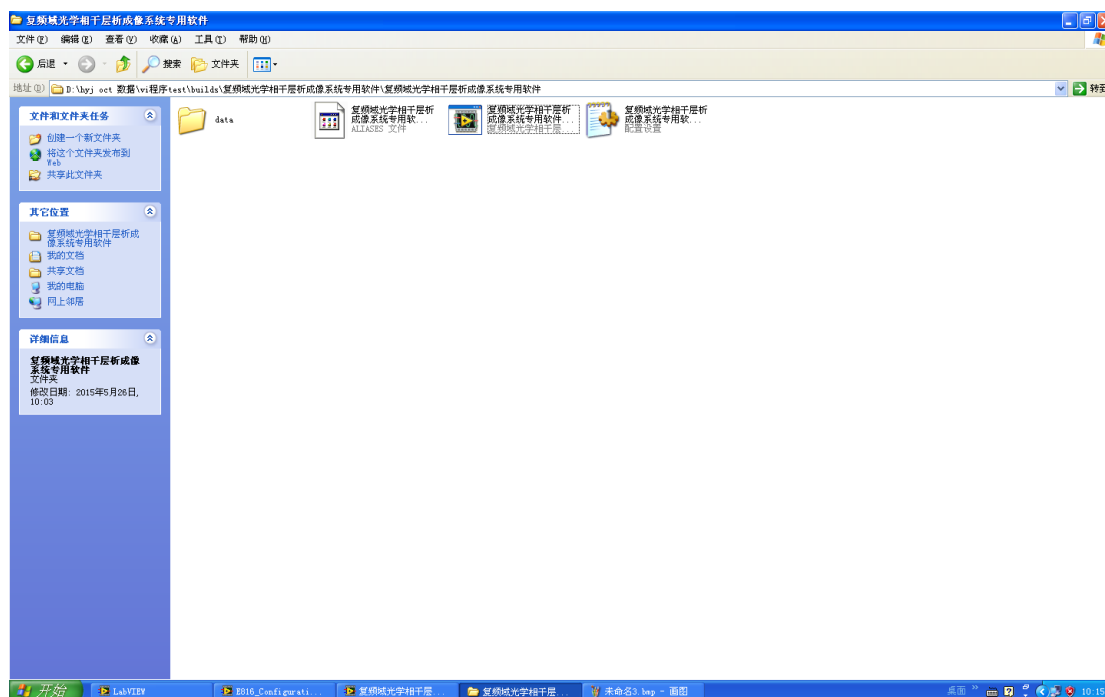

图 6：打开软件示意图
1. 首先双击软件“复频域光学相干层析成像系统专用软件”，如图 6 所示：